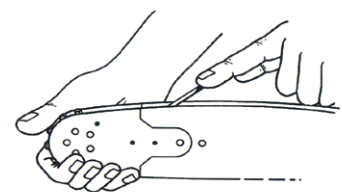

Bild 5
2. Reinigen Sie die Schienennut, indem Sie diese mit einem Schwertnutreiniger oder einem anderen geeigneten Gegenstand gründlich auskratzen (Bild 5).